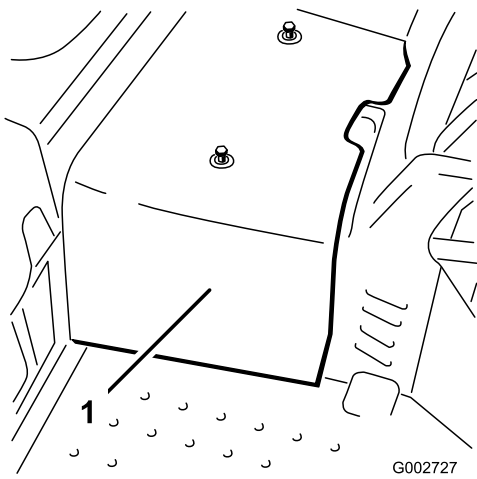

図 32
2. センター・シュラウドを機体に止め付けているネジ2本を外してシュラウドを機体から取り外す(図 32)。